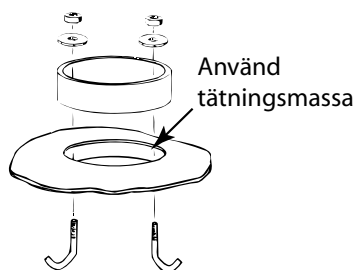
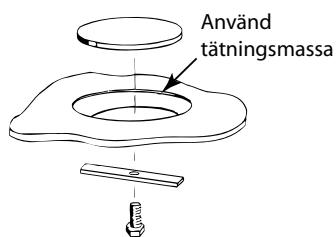

Bild 4: Montering av stös
Bild 5: Montering av täcklock
6. Montera stosen enligt Bild 4, använd tätningssassa när du fäster stosen. Om kaminen i ett senare skede skall flyttas kan medföljande täcklock användas för att täcka den hål som inte skall användas, Bild 5.